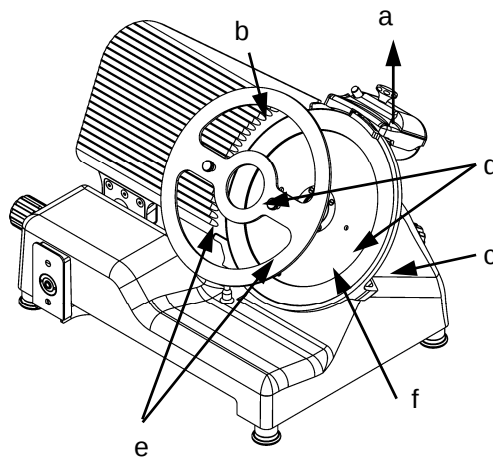

Abb.50
2. Die Schleifvorrichtung (Abb. 50 Detail a) abnehmen und mit dem graduiereten Drehgriff das Segel entsprechend öffnen, um die Maske (Abb. 50 Detail b) auf das Schneideblatt setzen zu
3. die drei oder vier Schrauben (Abb. 50 Detail f), je nach Modell, die das Schneideblatt blockieren abschrauben;
5. Die Löcher (Abb. 50 Detail d) des Schneideblatts müssen mit den zwei Drehbolzen (Abb. 50) der Maske zusammenpassen, dazu das Schneideblatt solange drehen bis diese Position erreicht wird;